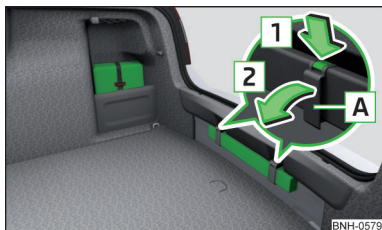

Abb. 234
Der Verbandskasten kann mithilfe eines Spannbands an der rechten Seite des Gepäckraums befestigt werden » Abb. 234.
Das Warndreieck kann in die Aussparung unter der Ladekante eingeschoben und mit Spannbandern gesichert werden » Abb. 234.
- Zum **Lösen** die Verriegelung am Band in Pfeilrichtung **1** drücken und das Band **A** in Pfeilrichtung **2** aufklappen » Abb. 234.